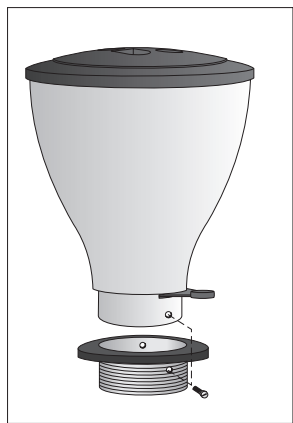

Fig.2
- 3-2 Allineate il foro della campana con uno dei fori della ghiera di regolazione (**Fig. 2**).
- 3-2 Align the hole of the bell with one of the holes of the adjusting ring-nut (**Fig. 2**).